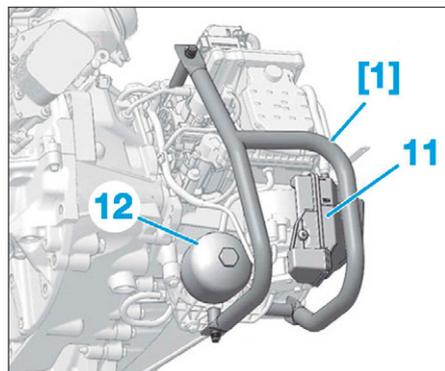

FIG. 8
- Poser la poignée de maintien [1] sur l'actionneur de pilotage de la boîte de vitesses manuelle pilotée (Fig.8).